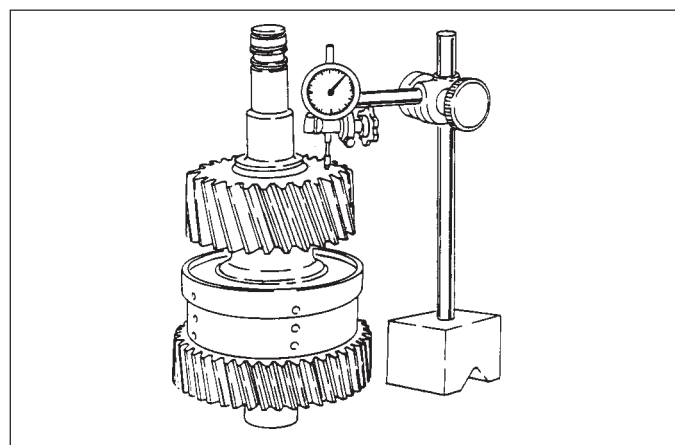

Fig. 28
- 8) Verificare con comparatore che tra rullini della ralla (86) la superficie dell'anello (78) rimanga un gioco di 0.3-0.5 mm (Fig. 28).
reestablished (Fig. 28).